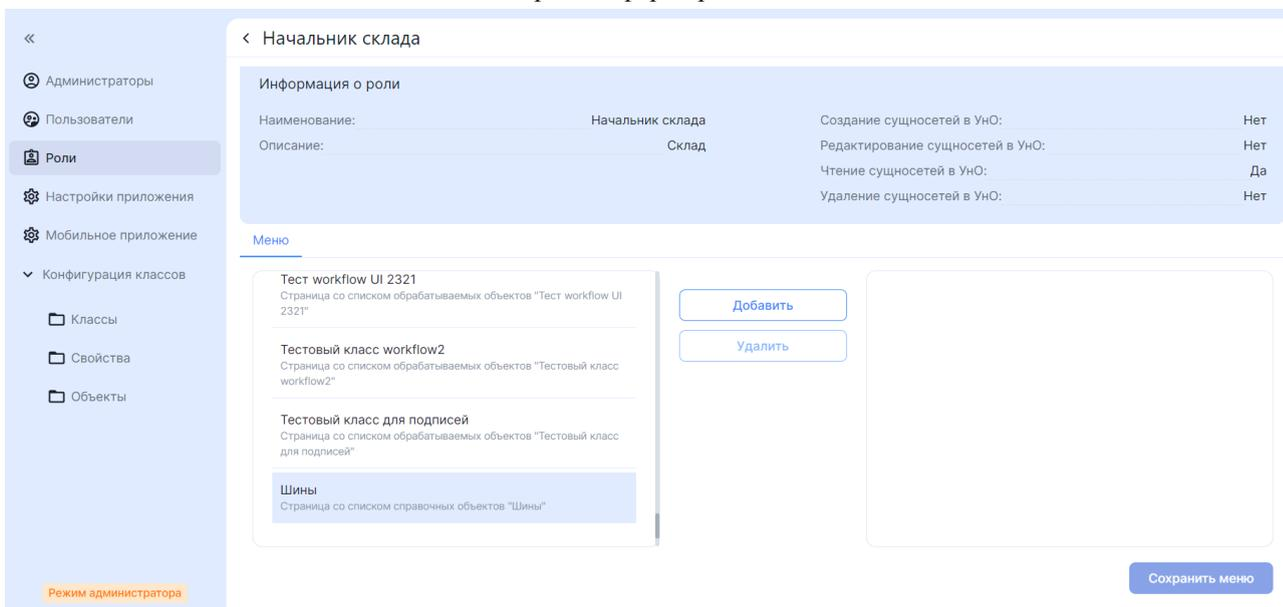

Рис. 8. Экранная форма карточки роли
5) Перейти к карточке роли для назначения доступа к разделам Системы: в контекстном меню записи нажать на кнопку “Просмотр”. После нажатия, система переведет пользователя к экранной форме карточки роли, рис. 8.